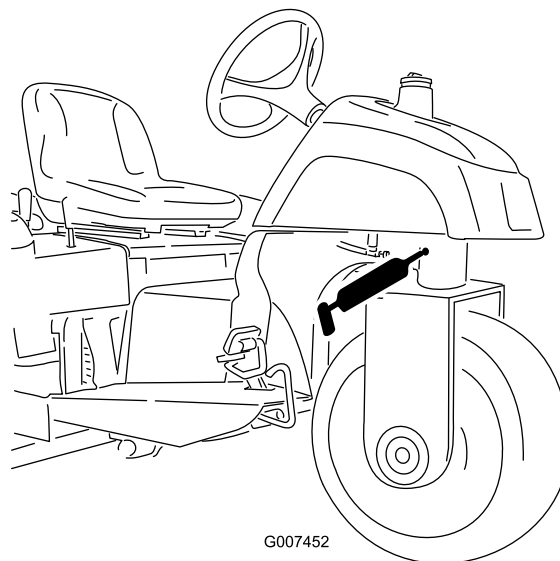

Bild 27
- Lenkzapfen (Bild 27)
**Hinweis:** Für den bündigen Nippel am Lenkzapfen (Bild 27) benötigen Sie einen Fettspritzenadapter. Erhältlich unter der Bestellnummer 107-1998 vom Toro-Vertragshändler.